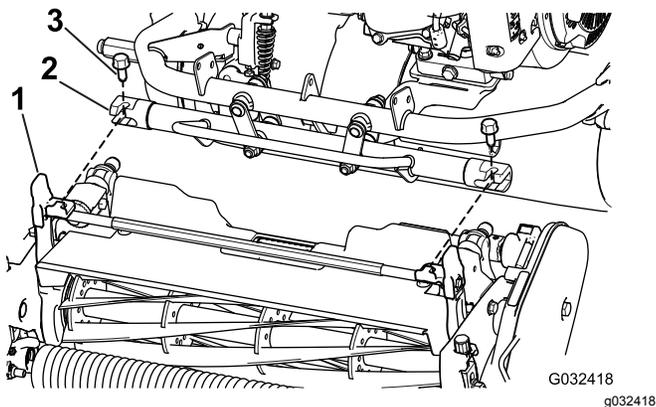

Figure 7
4. Manœuvrez le cadre de la machine en avant jusqu'à ce qu'il s'engage avec les bras pivotants de l'unité de coupe **Figure 7**.
5. Fixez le cadre de la machine aux bras pivotants de l'unité de coupe avec 2 boulons (3/8" x 3/4") (**Figure 7**)